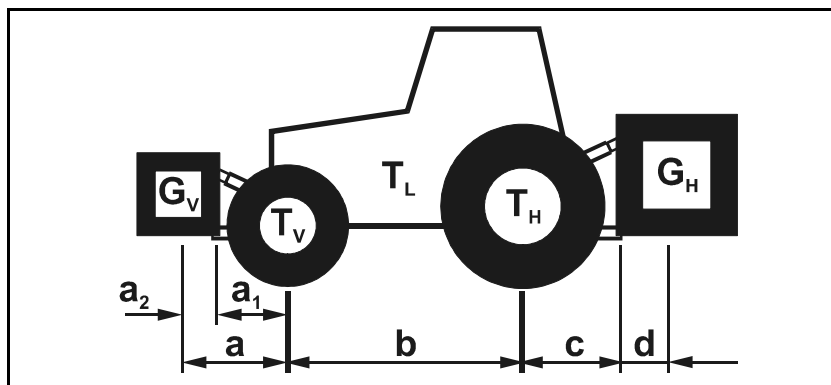

Fig. 25
- Anslut traktorns dragarmar till de undre anslutningarna på maskinen (Fig. 25/2) säkra med fjädersprintarna (Fig. 25/3).
- Anslut traktorns toppstång till maskinens toppstångsinfästning med toppstångssprinten (Fig. 25/1) säkra med fjädersprint (Fig. 25/3).